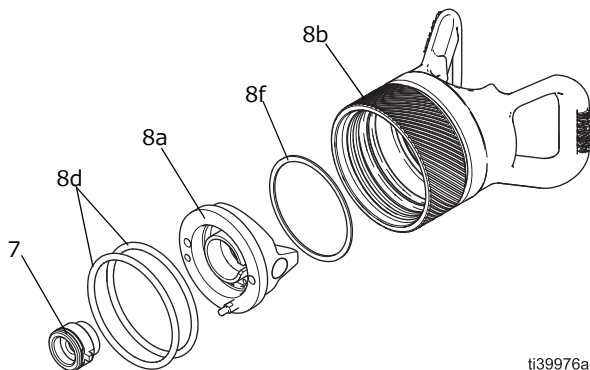

図 45: PerformAA 50 エアキャップアセンブリの部品とスプレーチップ
- 注：**一部のモデルでは O リング (8d) が二個あります。図 45 を参照ください。
4. スプレーチップ (7) をエアキャップ (8a) に挿入します。
5. エアキャップアセンブリ (8) をガンに設置します。**スプレーチップとエアキャップセットアップ**、13 ページを参照してください。